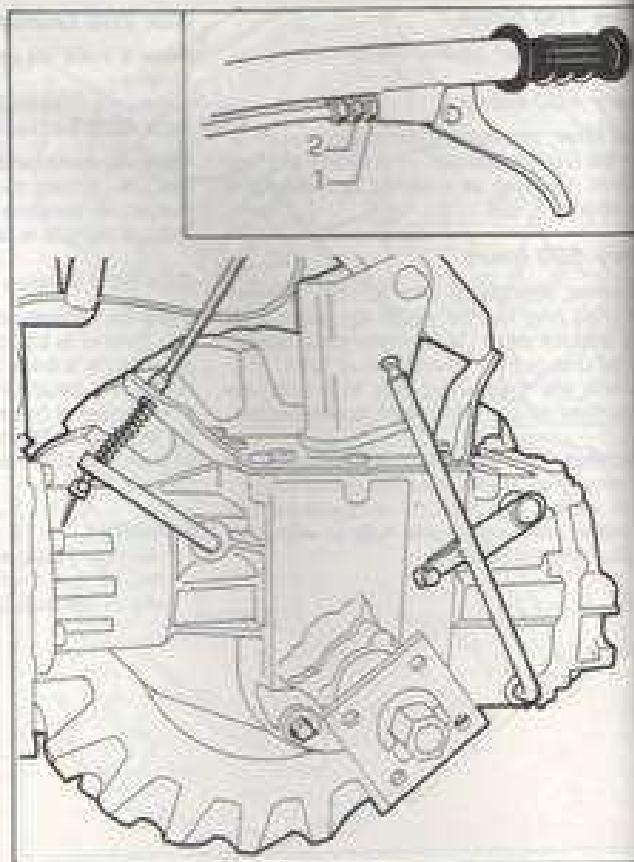

Fig. 16 - Bild 16
- Se la corsa a vuoto della leva è insufficiente (slittamento della frizione) o eccessiva (disinneso incompleto), regolare il cavo di comando (vedere la fig. 16). Agire sul registro di regolazione (2) dopo aver allentato il controdado (1).
2. If the clutch idle travel is insufficient (clutch slippage or in excess (disengagement is not complete), adjust the control wire (see fig. 16). Screw out jam nut (1) and actuate set screw (2) until a 10 mm idle travel is obtained.
2. Si la course à vide du levier s'avère insuffisante (embrayage patelin ou excessive (débrayage incomplet) régler le câble de commande (voir fig. 16). Agir sur l'écrou de réglage (2) après avoir relâché le contre-écrou (1), de sorte que la course à vide soit d'environ 10 mm.
2. Sollte der freie Hebeleweg ungenügend (Rutschung der Kupplung oder übermäßig unvollständige Ausschaltung) ausfallen, das Steuerdrähtzeil (siehe Bild 16) durch Wirkung auf die Einstellmutter (2) nach Lösen der Gegenmutter so einstellen, dass der freie Hebeleweg ca. 10 mm beträgt.